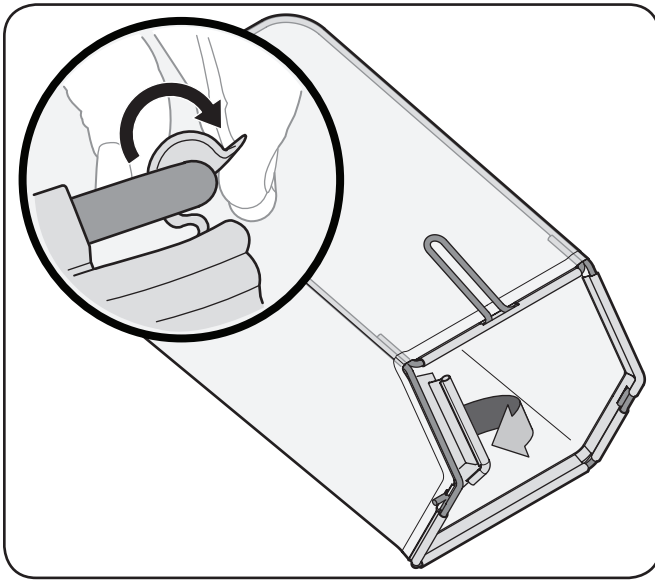

**Figura 3-6**
4. La guía de la cuerda está unida al costado derecho de la manija superior. Afloje la tuerca de mariposa que sujeta la guía de la cuerda, Figura 3-6.
- b. Lentamente tirar de la cuerda que la manilla del motor y deslizar la cuerda de arranque en la guía de la cuerda. Vea Figura 3-6.